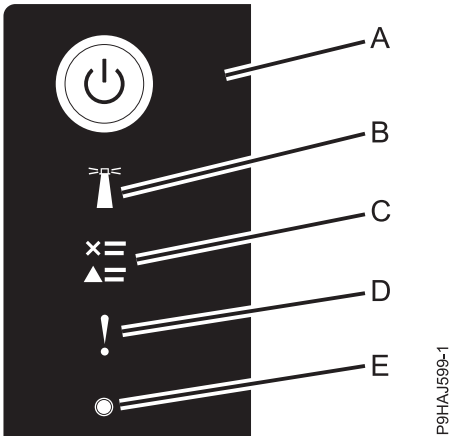

図 12. コントロール・パネルの LED
- 次の図に示す電源 LED (A) が明滅している。
3. 25 ページの図 12 に示すように、コントロール・パネル上の電源ボタン (A) を押します。